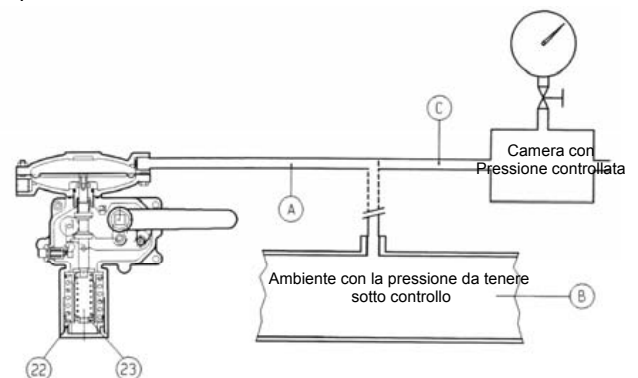

fig. 19
- B) Per dispositivi sprovvisti della valvola "push" (fig. 19) è consigliabile collegare separatamente la testata di comando ad una pressione ausiliaria controllata e ripetere le operazioni qui sopra descritte.
- B)** Per dispositivi sprovvisti della valvola "push" (fig. 19) è consigliabile collegare separatamente la testata di comando ad una pressione ausiliaria controllata e ripetere le operazioni qui sopra descritte.